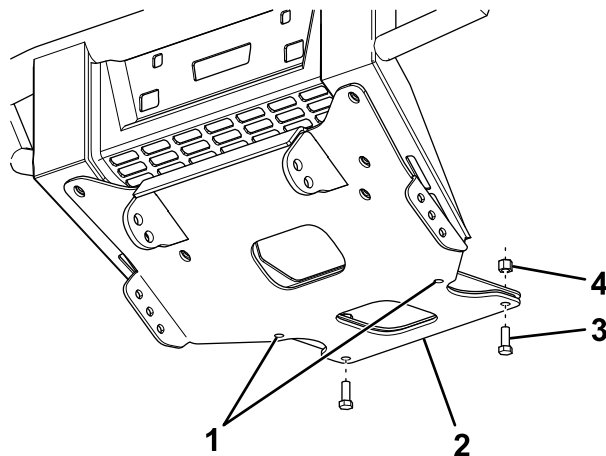

Figure 1
3. Alignez la plaque de protection du soubassement sur le pare-chocs avant du véhicule et fixez-la légèrement en place avec les fixations retirées précédemment (Figure 1).
4. Fixez légèrement l'arrière de la plaque de protection du soubassement sur le véhicule à l'aide de 2 boulons ($\frac{3}{8}$ po) et contre-écrous (Figure 1).